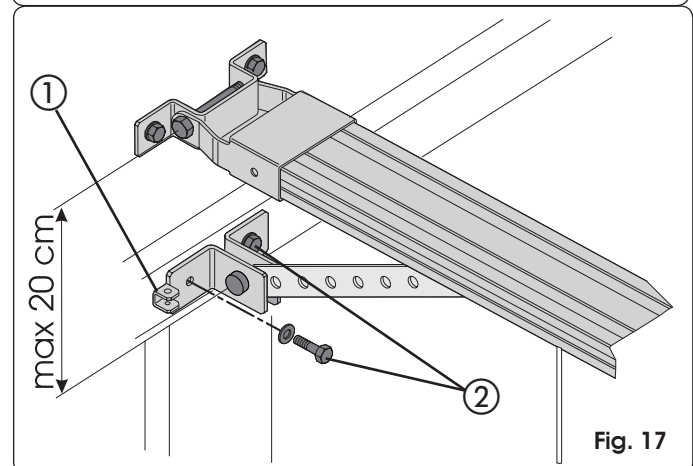
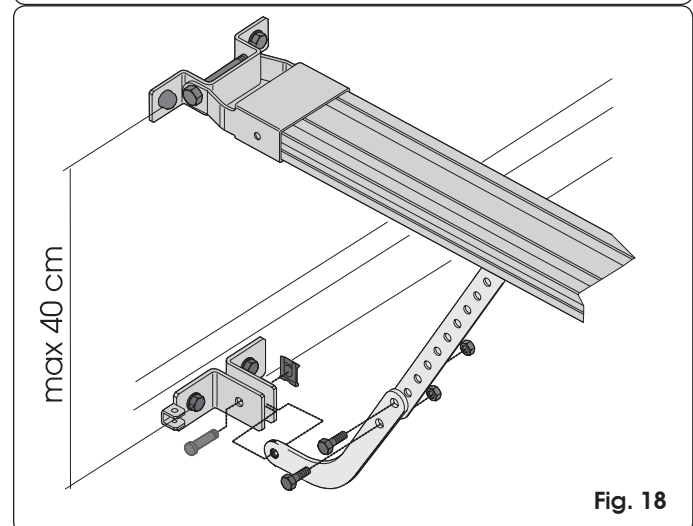

Fig. 17
Fig. 18
Zet de bevestiging zo op de deur dat het gat voor het ontgrendelingskabeltje naar de linkerkant van de deur is gericht (ref. ① Fig. 17).
- 4) Controleer of de afstand tussen de middellijn van de bevestigingsgaten van de bevestiging aan de voorkant en die van de bevestiging op de deur niet groter is dan 20 cm (Fig. 17). Voor een correcte werking van het automatische systeem wordt aangeraden te vermijden dat de hoek tussen de bovenste arm en de geleiderail groter is dan 30°. Als een (optionele) gebogen arm voor sectionale deuren wordt gebruikt, assembleer hem dan met de rechte arm van de geleideslede zoals aangeduid in Fig. 18. Voor een efficiëntere beknellingsbeveiliging wordt aangeraden de bevestiging zo laag mogelijk op de sectionale deur vast te zetten, maar niet meer dan 40 cm van de bevestiging van de aandrijving aan de voorkant.
- 5) Markeer de plaats van bevestiging op de deur, boor de gaten en zet de bevestiging op de deur vast met de schroeven (ref ② Fig. 17) **NIET** bijgeleverd.